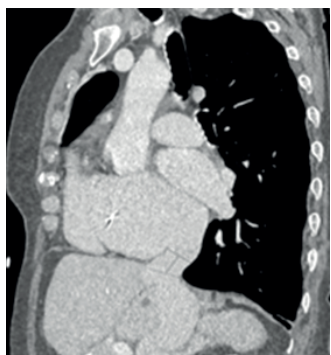

Figura 10: tracciamento della lunghezza al centro della vena
3. Utilice il software para medir la distancia entre los diferentes planos de medición. Si la VCI presenta angulación o tortuosità Usare il righello per misurare la distanza tra i vari piani di misurazione. Se la VCI mostra angolazione o tortuosità, utilizzare lo strumento poligono aperto per tracciare la lunghezza al centro della vena. Le lunghezze tra la giunzione di VCI ad AD e la sommità delle vene epatiche è fondamentale per la pianificazione dell'impianto (Figura 10).